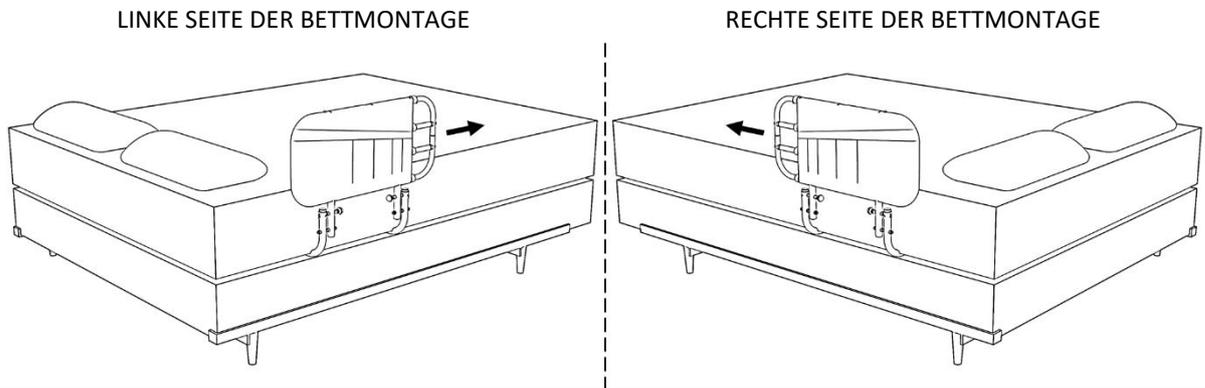

Abbildung 3
- 4.2 Legen Sie fest, auf welcher Seite des Bettes das Produkt, wie in **ABBILDUNG 3** dargestellt, installiert werden soll. Die längenverstellbare Seite des Bettseitengitters sollte immer zum Fußende des Bettes ausgerichtet sein.
Befestigen Sie A und B mit den mitgelieferten Werkzeugen (H und J) mit den Befestigungselementen (E, F und G) wie in **ABBILDUNG 3** dargestellt.